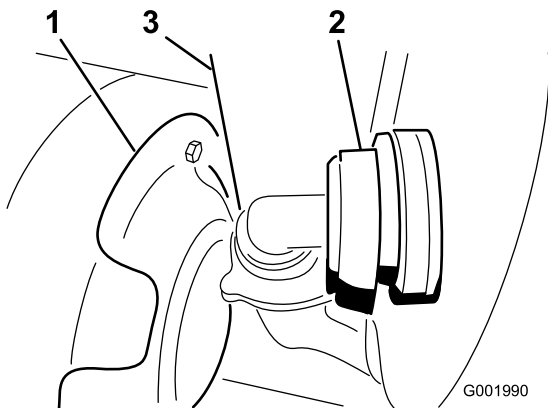

図 58
3. タンクの前壁の下にあるホースを外す (図 58)。
注 防熱シールド (図 58) を押しのけないとカバーが取り外せない場合があります。
7. タンク前面下のホースを接続する (図 58)。